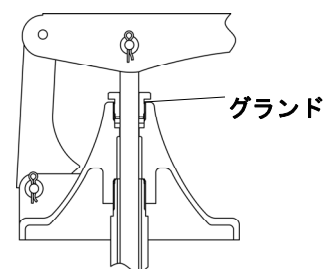

Fig.7
- ・ ハンドルの操作が重くなった場合には、グランドを少し緩め、油を数滴してから締め付けてください。(Fig.7)